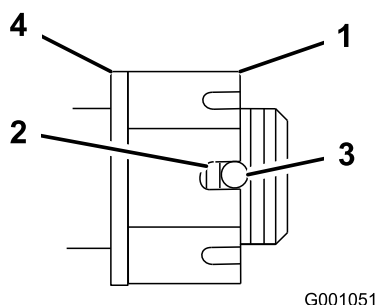

Figura 51
4. Serrate il dado a corona a 170 N·m (Figura 51).
- Controllate la distanza tra la base della scanalatura del dado e il bordo interno del foro. Devono essere visibili due filetti o meno (Figura 51).
- Serrate il dado a corona a 170 N·m (Figura 51).
- Serrate il dado fino ad allineare la serie di scanalature successiva con il foro dell'albero (Figura 51).